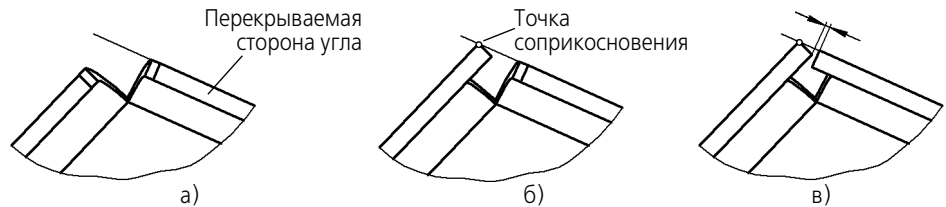

Рис. 89.37. Построение замыкания с перекрытием для тупого угла: а) определение положения перекрывающей стороны, б) определение положения перекрываемой стороны
- 3.2. Если замыкаемый угол тупой, то зазор измеряется так, как показано на рис. 89.37, в.